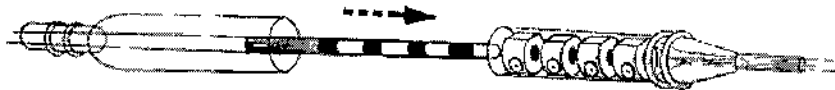

Figura 11. Introduzca el electrodo completamente en el extremo con tornillos de la extensión.
3. Sujete firmemente la extensión en sus dedos. Introduzca el electrodo completamente en el extremo con tornillos de la extensión (Figura 11).